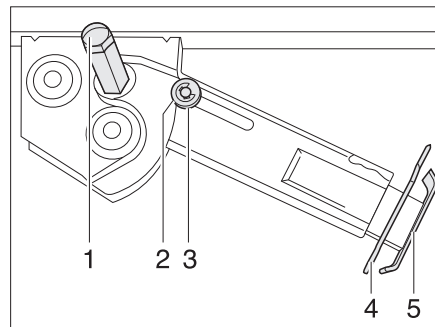

Bild 38 Hubstütze
- Am Sechskant (Bild 38,1) den Steckschlüssel aufstecken und drehen, bis die Hubstütze senkrecht nach unten steht.
- Splint (Bild 38,4) aus der Stützfußverlängerung (Bild 38,5) herausziehen.
- Am Sechskant (Bild 38,1) den Steckschlüssel aufstecken und drehen, bis die Hubstütze wieder vom Boden frei ist.
- Stützfußverlängerung (Bild 38,5) ganz einschieben und Splint (Bild 38,4) in die vorgesehene Bohrung an der Stützfußverlängerung stecken.
- Mit Steckschlüssel am Sechskant (Bild 38,1) drehen, bis Hubstütze nach oben geschwenkt und die Führungsscheibe (Bild 38,3) vollständig in die Kerbe (Bild 38,2) eingefahren ist.